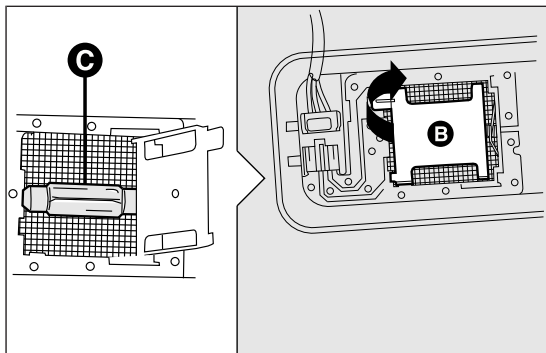

fig. 149
- ❑ abrir la tapa B fig. 149 como se indica;
☐ sustituir la lámpara C fig. 149 soltándola de los contactos laterales, colocar la nueva lámpara y asegurarse de que quede correctamente fijada entre estos;